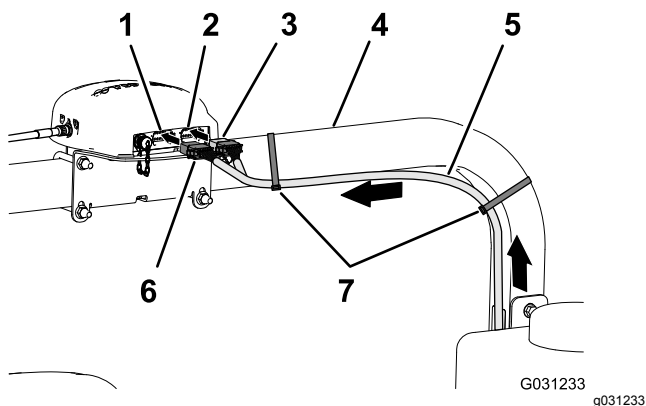

Figura 166
2. Enrute la rama de 390 cm del arnés de datos por el tubo derecho del ROPS con el conector hembra de 12 vías (gris) y el conector hembra de 12 vías (negro) hacia arriba hasta el receptor de navegación (Figura 166).
7. Sujete la rama de 390 cm del arnés de datos al tubo derecho del ROPS con 2 bridas, según se muestra en Figura 166.